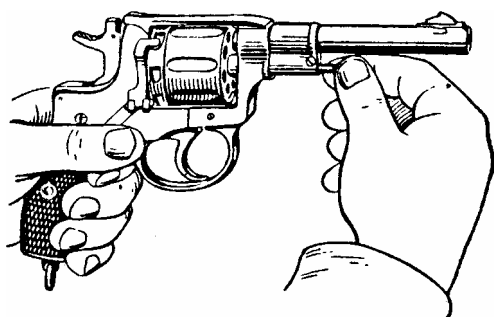

Рис.76
1. Выдвинуть шомпол из оси барабана: взять револьвер левой рукой за рукоятку, правой рукой повернуть шомпол за головку налево и выдвинуть его до отказа (рис. 76);